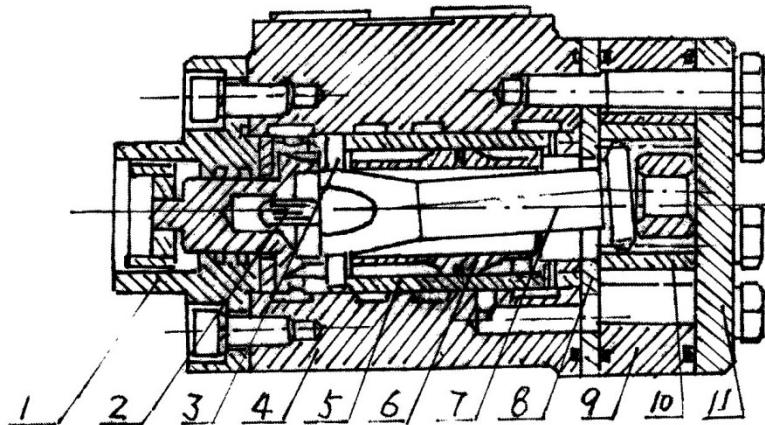

Рис.11. Схема гидравлического рулевого механизма.
- а) Структура полного гидравлического рулевого привода указана на Рис. 11. Вращающий механизм клапана, который состоит из клапанного элемента (7), вкладыша клапана (6) и корпуса клапана (5), регулирует направления потока гидравлического масла. Статор (9) и ротор (10) создают пару функциональности циклоидального зацепления в качестве клапана управления потока, который впускает масляный поток в рулевой цилиндр пропорционально углу вращения рулевого колеса. Соединяющий вал (8) передает вращающий крутящий момент.